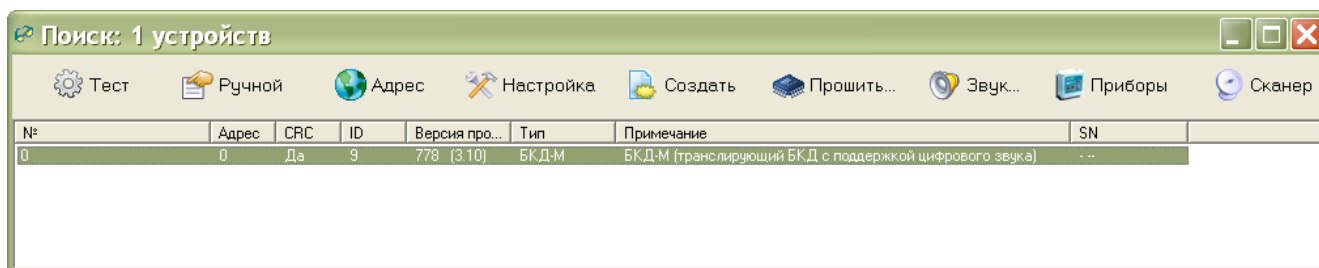

Рисунок 8
Для обновления программного обеспечения следует в окне «Поиск» выбрать строку с требуемым БКД-М, нажать на кнопку «Прошить...» (рисунок 8).
- 3) Выполнить поиск блоков в сервисной программе RASOS (рисунок 8).